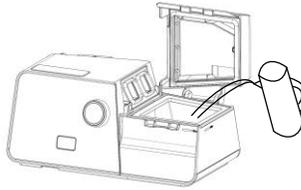

Fig. 13-4
(2) Abra a tampa, e encha a câmara de água com cerca de 360 ml de água como mostrado na Fig. 13-4. Certifique-se que a água não excede a linha de nível máximo.